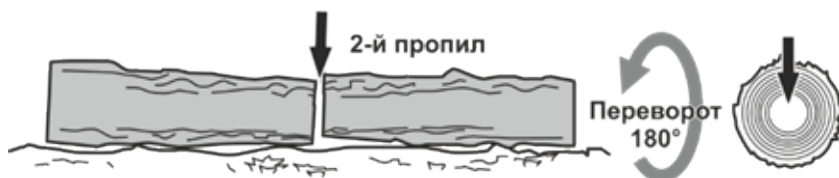

Рисунок 12. Схема остаточного розпи́лу колоди з протилежного боку.
2. Перевернути колоду і розпиляти її з протилежного боку (рис. 12).